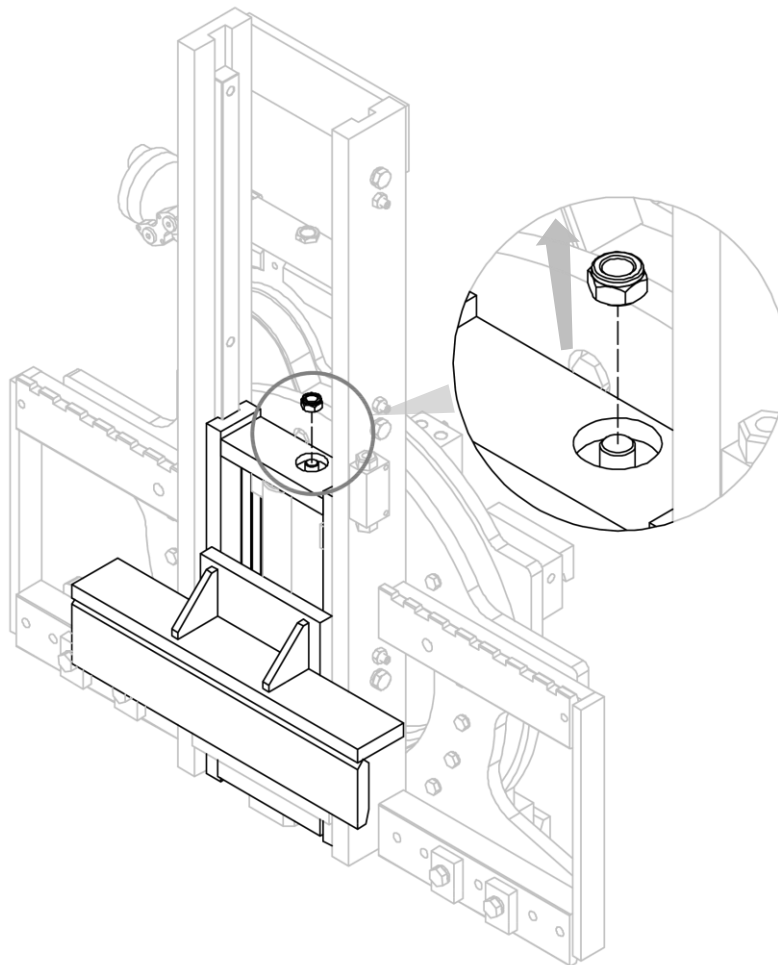

Figura 23
2. Rimuovere il dado che vincola la struttura mobile a uno dei cilindri (vedi *Figura 23*).